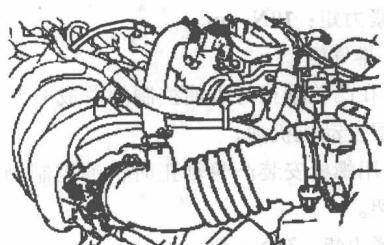

图 1-9 拆下空气滤清器盖分总成
- 3) 断开箍带和通风软管，并拆下空气滤清器盖分总成，见图 1-9。